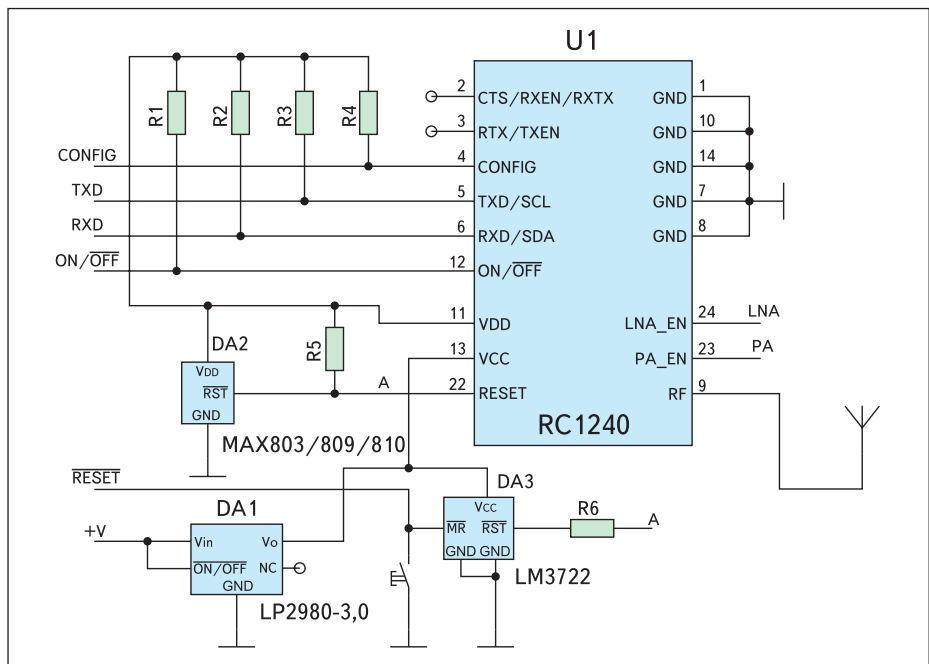

Рис. 4. Схема включения модуля на примере RC1240
Схема включения модуля приведена на рис. 4. Выводы RXD, TXD, CONFIG, RESET, ON/OFF могут подключаться к внешнему микроконтроллеру для реализации протоколов верхнего уровня и более сложных сценариев работы, например поиска устройств в сети или выключения модуля для снижения энергопотребления, ведь в состоянии IDLE потребляемый ток такой же, как и в режиме приема — примерно 20 мА. Для сопряжения с ПК необходимо использовать микросхемы преобразователей уровня RS-232 — TTL [3]. Возможно использование внешних устройств — усилителя мощности и малошумящего усилителя (МШУ)
- Вывод RESET. На этот вывод нельзя подавать напряжение более 2,7 В, так как он не имеет внутренних последовательных резисторов. Используя супервизор с выходным каскадом push-pull, питать его необходимо от линии Vdd. В этом случае напряжение на выходе не превысит Vdd и выход супервизора можно соединять со входом RESET напрямую. Выход супервизоров с открытым коллектором необходимо подтянуть к линии Vdd, но не Vcc. Если же супервизор питается от линии Vcc, сигнал сброса необходимо подавать на модуль через последовательный резистор около 10 кОм. На рис. 4 представлены схемы включения различных супервизоров.